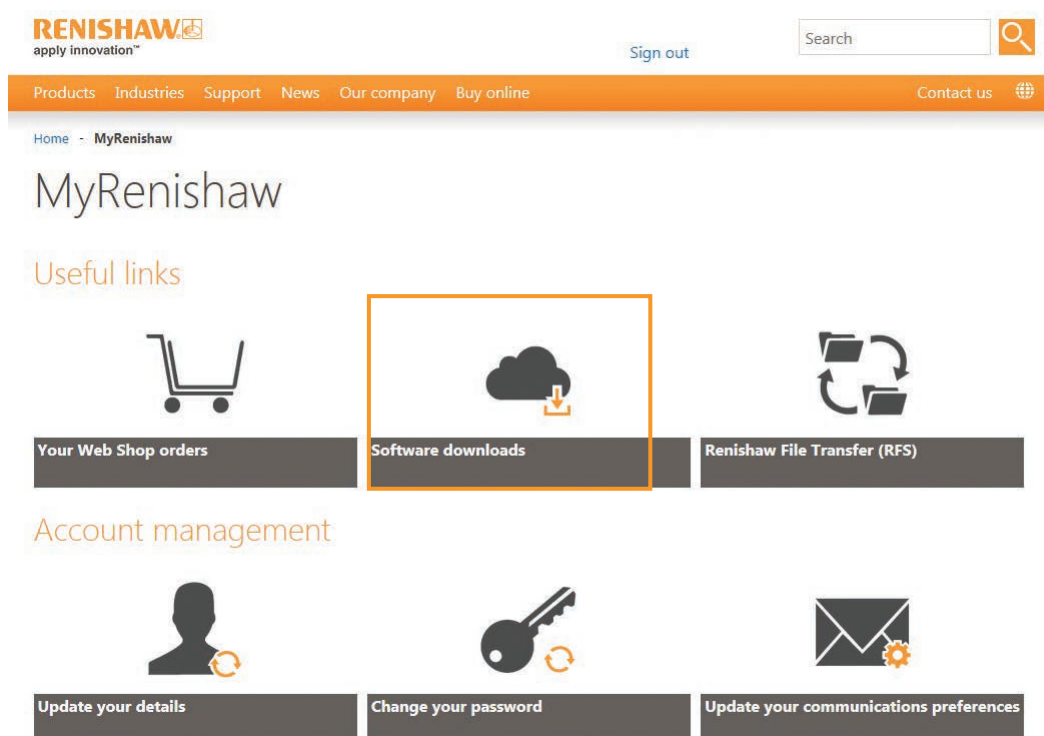

Imagen 2 Seleccione “Descargas de software”
3. Seleccione “Descargas de software” (consulte la Imagen 2).